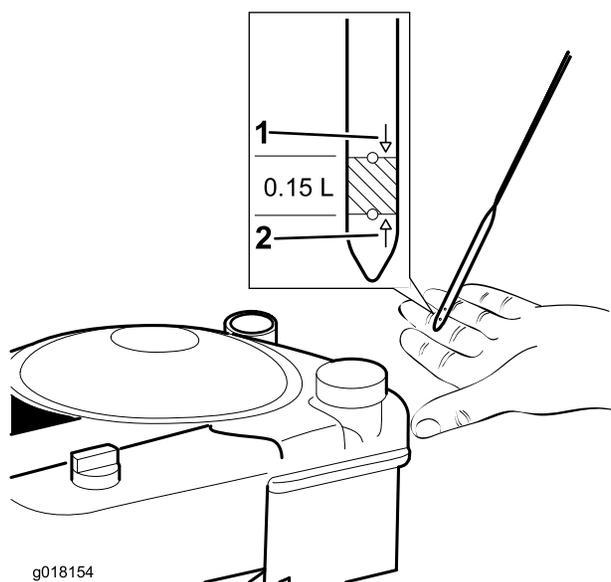

Рисунок 6
- Извлеките масломерный щуп (Рисунок 6).
2. **Медленно** заливайте масло в маслозаливной патрубок, подождите 3 минуты и проверьте уровень масла с помощью масломерного щупа. Для этого вытрите щуп до чиста и вставьте его в маслозаливной патрубок до упора (Рисунок 6).
3. Заливайте масло в картер двигателя до тех пор, пока уровень масла не достигнет требуемой отметки на масломерном щупе, как показано на Рисунок 6.